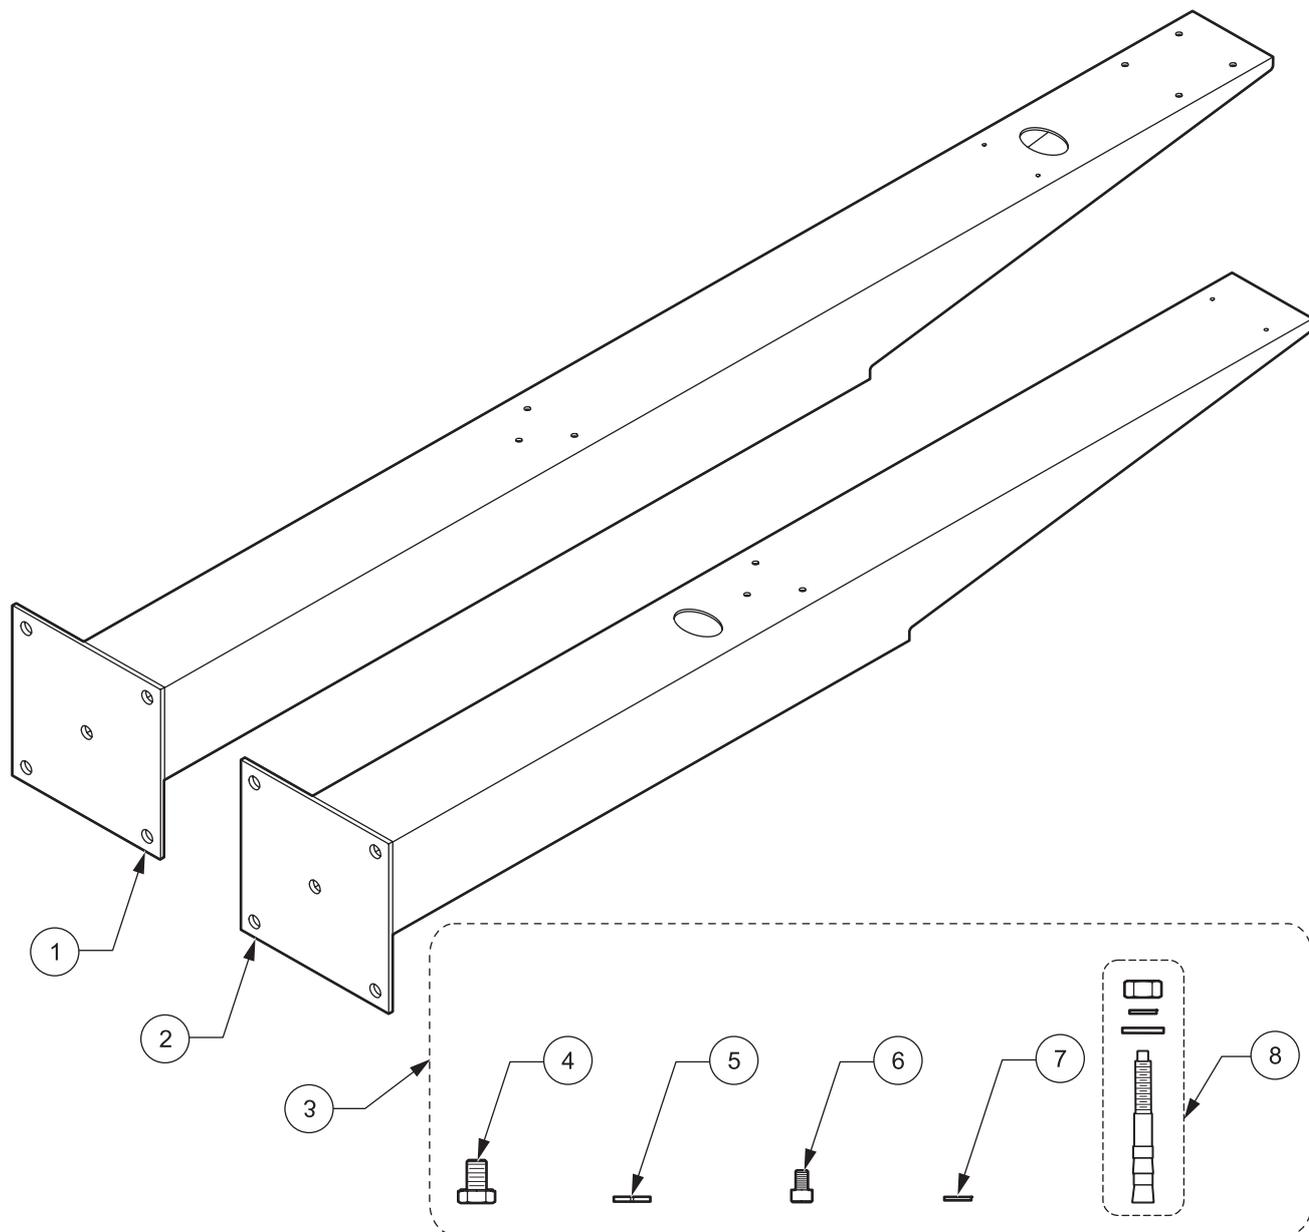

Abbildung 1 Lieferumfang der Standssäulen1
**Lieferumfang Standsäule LZY286 (siehe Abbildung 1 auf der Seite 2):**
**Lieferumfang Standsäule LZY287 (siehe Abbildung 1 auf der Seite 2):**
**Lieferumfang Schraubensatz LZY360 (siehe Abbildung 1 auf der Seite 2):**